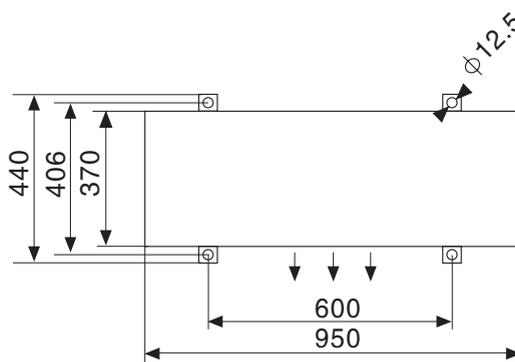
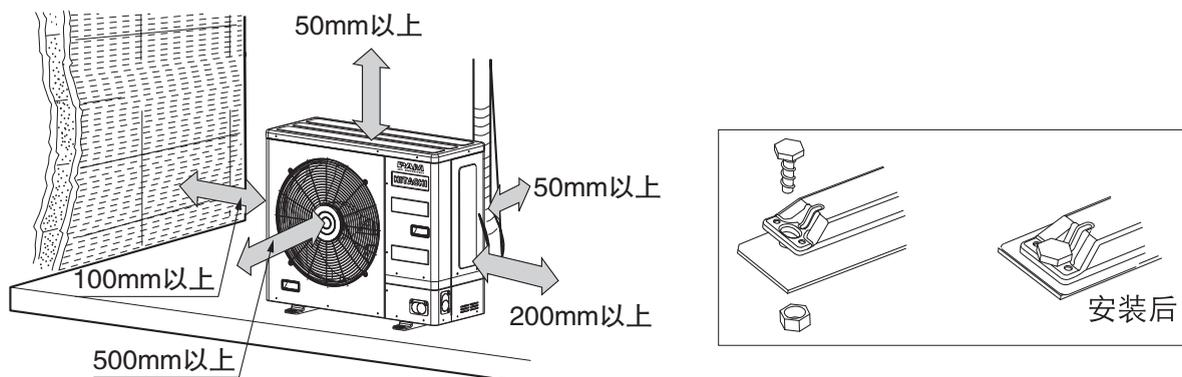

图3底脚螺栓位置
图4
- (1) 安装场所必须满足如下要求：
- 确定机器四周留有充分空间，并尽可能地远离障碍物，以便操作和维修，见图4。
如图4所示，用底脚螺栓固定机器，底脚螺栓位置如图3所示。